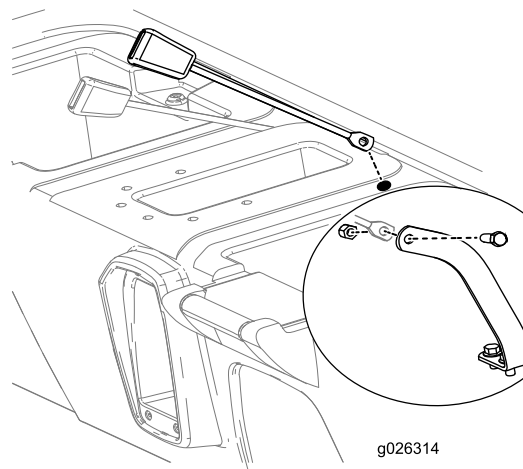

Figure 13
8. Insérez le côté de montage du côté boucle de chaque ceinture de sécurité dans l'un des trous que vous venez de percer dans le socle des sièges (Figure 13).
9. Fixez le côté récepteur de chaque ceinture de sécurité à chaque ancrage au moyen d'un boulon ( $\frac{7}{16}$ ") et d'un écrou ( $\frac{7}{16}$ "), comme montré à la Figure 13.